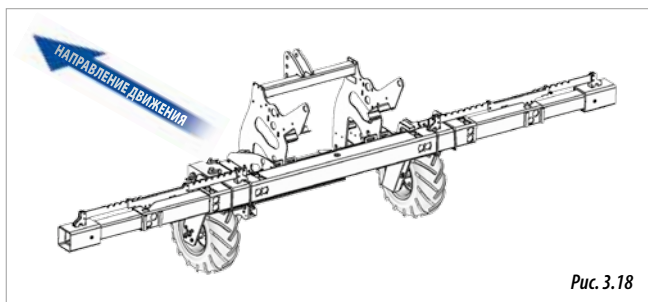

Рис. 3.18
- ДВОЙНАЯ ТЕЛЕСКОПИЧЕСКАЯ РАМА (рис. 3.18).